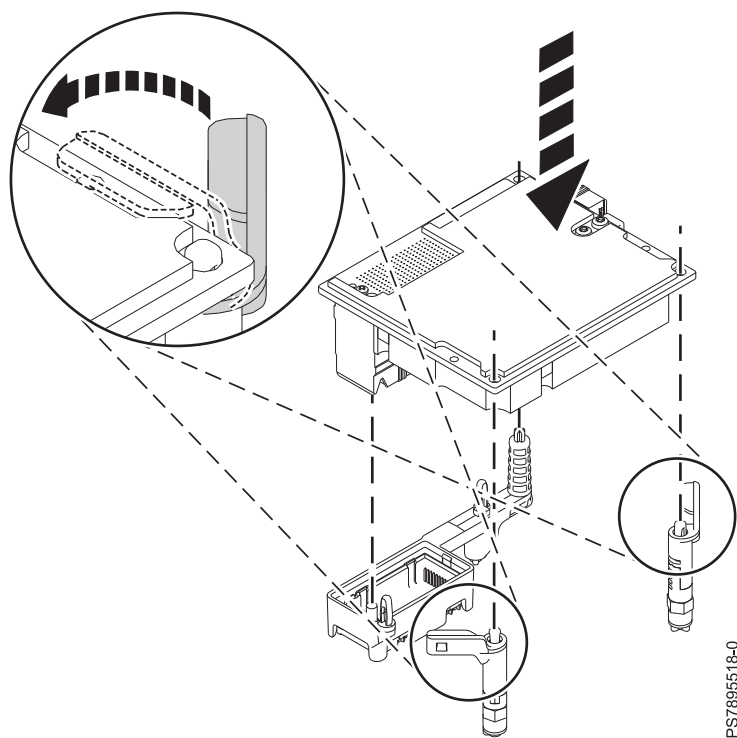

図 24. コネクターへの I/O 拡張アダプターの取り付け
- 59 ページの図 24 の説明に従って、スロットの 2 つの青色のリリース・タブが開いた位置にあることを確認します。